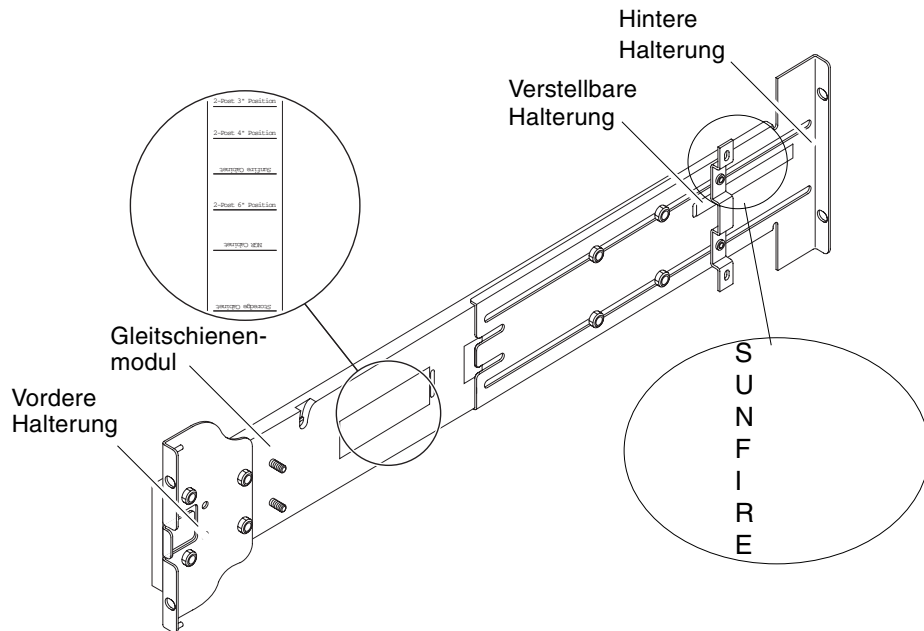

ABBILDUNG 1-3 Gleitschienenmodul (Standardkonfiguration)
Jedes Gleitschienenmodul besteht aus vier Komponenten (ABBILDUNG 1-3):
ABBILDUNG 1-3 zeigt die Position dieser Markierungen.
1. Entfernen Sie die Muttern, mit denen die verstellbare Halterung befestigt ist, und nehmen Sie die verstellbare Halterung ab (ABBILDUNG 1-3).